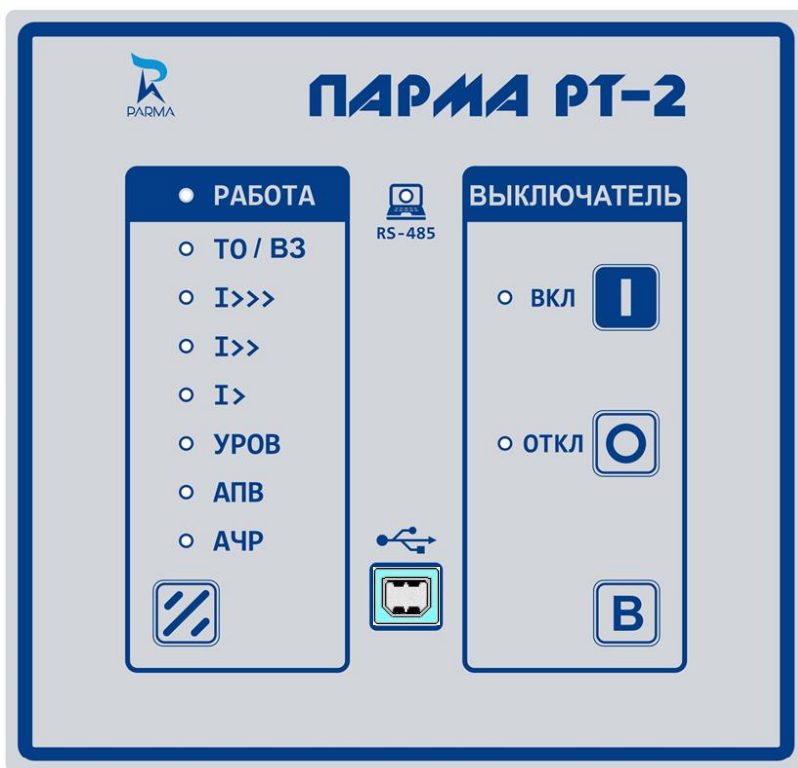

Рисунок 1 – Лицевая панель РЕЛЕ
2.5.2 На лицевой панели (см. рисунок 1) расположены: